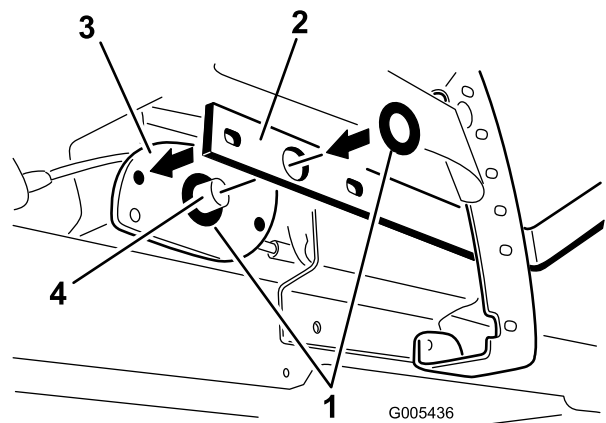

Figura 3
4. Instale una arandela de empuje sobre el bulón de la palanca de elevación (Figura 3). Vuelva a instalar el brazo de elevación en la palanca de elevación con arandela. Coloque otra arandela de empuje encima del brazo de elevación.